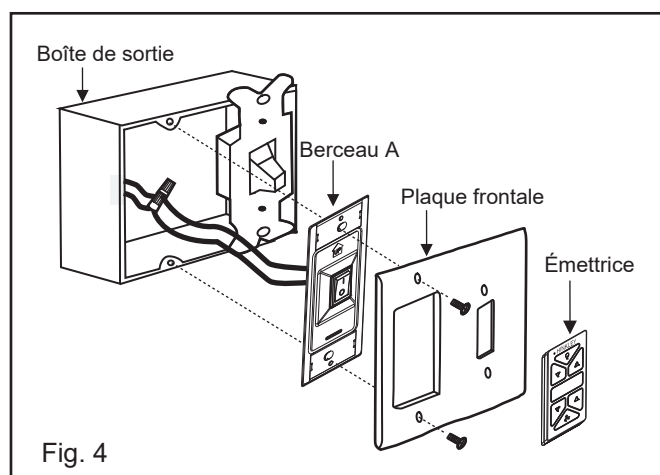

Fig. 4
2. Connect the black lead wires from the switch in the cradle A to the black wires in the switch box. Hot input wire to one of the cradle switch leads. Power lead to the fan is connected to the remaining switch lead. (Fig. 4)
2. Connectez les fils noirs du commutateur dans le berceau A aux fils noirs dans le boîtier de commutation. Fil d'entrée chaud à l'un des fils du commutateur du socle. Le fil d'alimentation du ventilateur est connecté au fil de l'interrupteur restant. (Fig. 4)